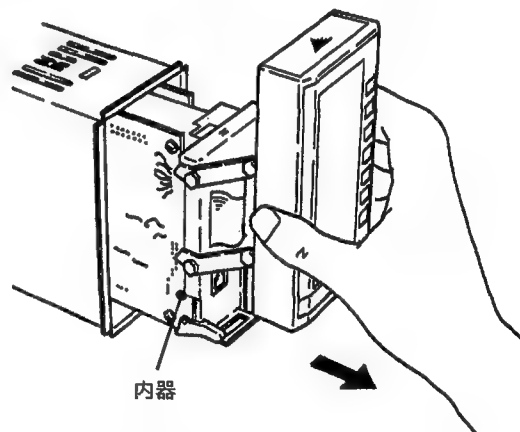

図4.7 内器の引き出し2
- ③ フロントパネルの左右両側を持ち、手前に引き出します(図4.7参照)。